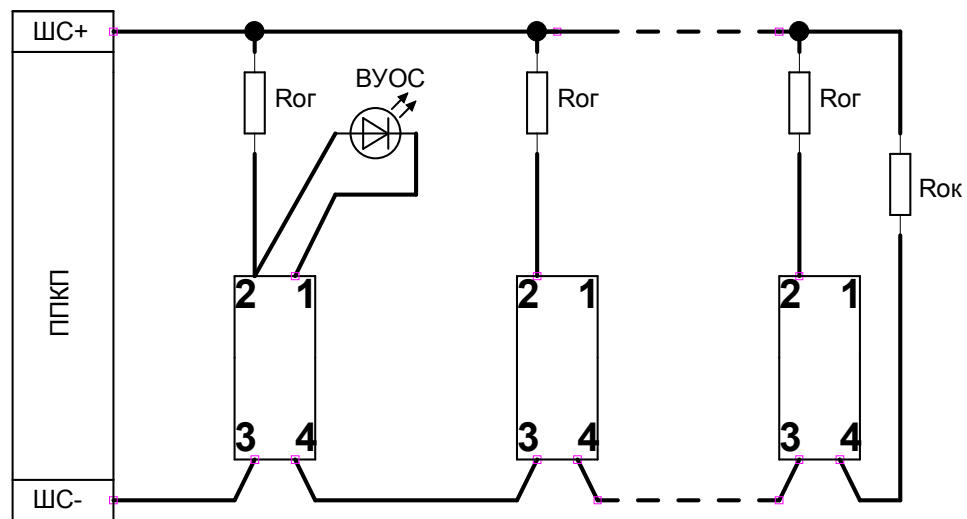

Рис. 4. Схема подключения извещателей двухпроводным шлейфом с напряжением питания 24 В к приемно-контрольному прибору.
6.5 Схема подключения извещателей в двухпроводный шлейф пожарной сигнализации приведена на рис. 4.